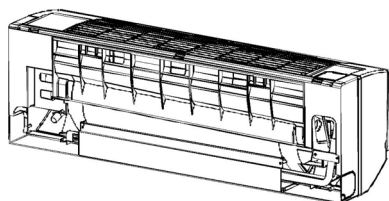

Figure 4.4
- 3 Installez le support de la conduite (figure 4.4).